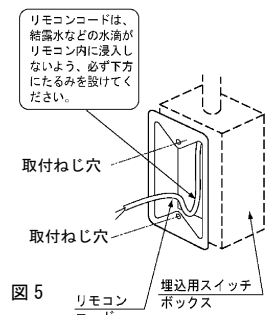

図5
- ④ リモコンコードを壁に固定して貯湯ユニットまで配線します。
(3) リモコンコードを壁中に通す場合（コード埋込配線）
- ① リモコン取付位置に埋込用スイッチボックス（JIS1個用）を取り付けてください。
- ② リモコンコードを電線管に通し、貯湯ユニットまで配線してください。（図5）